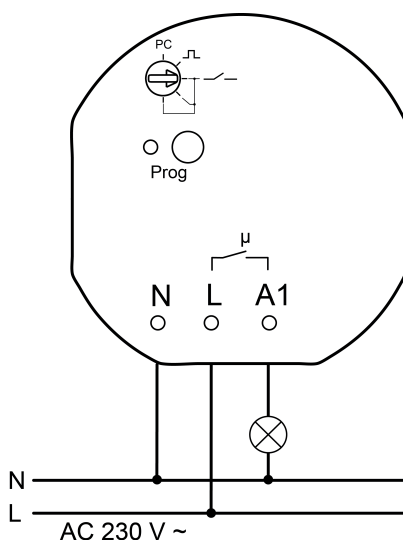
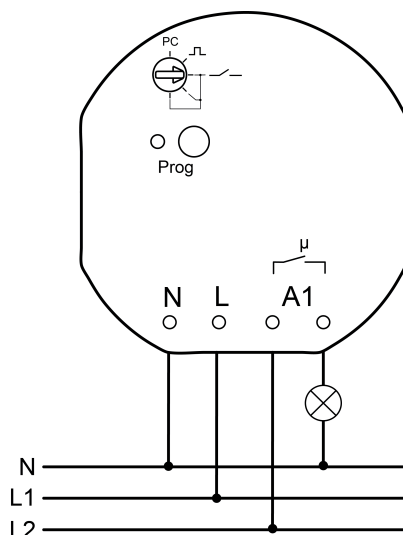

Figure 3: Exemple de raccordement de l'actionneur de commutation/à poussoir radio
Figure 4: Exemple de raccordement de l'actionneur de commutation/à poussoir radio libre de potentiel
- Raccorder la charge selon l'exemple de raccordement (figure 3) ou (figure 4).